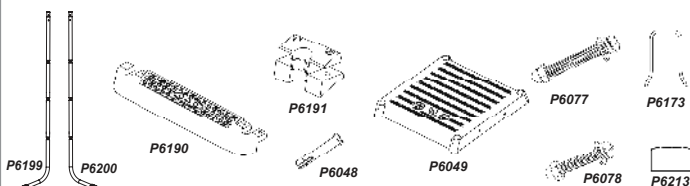

Figura 2
2. Montaggio dei gradini (figura 2)